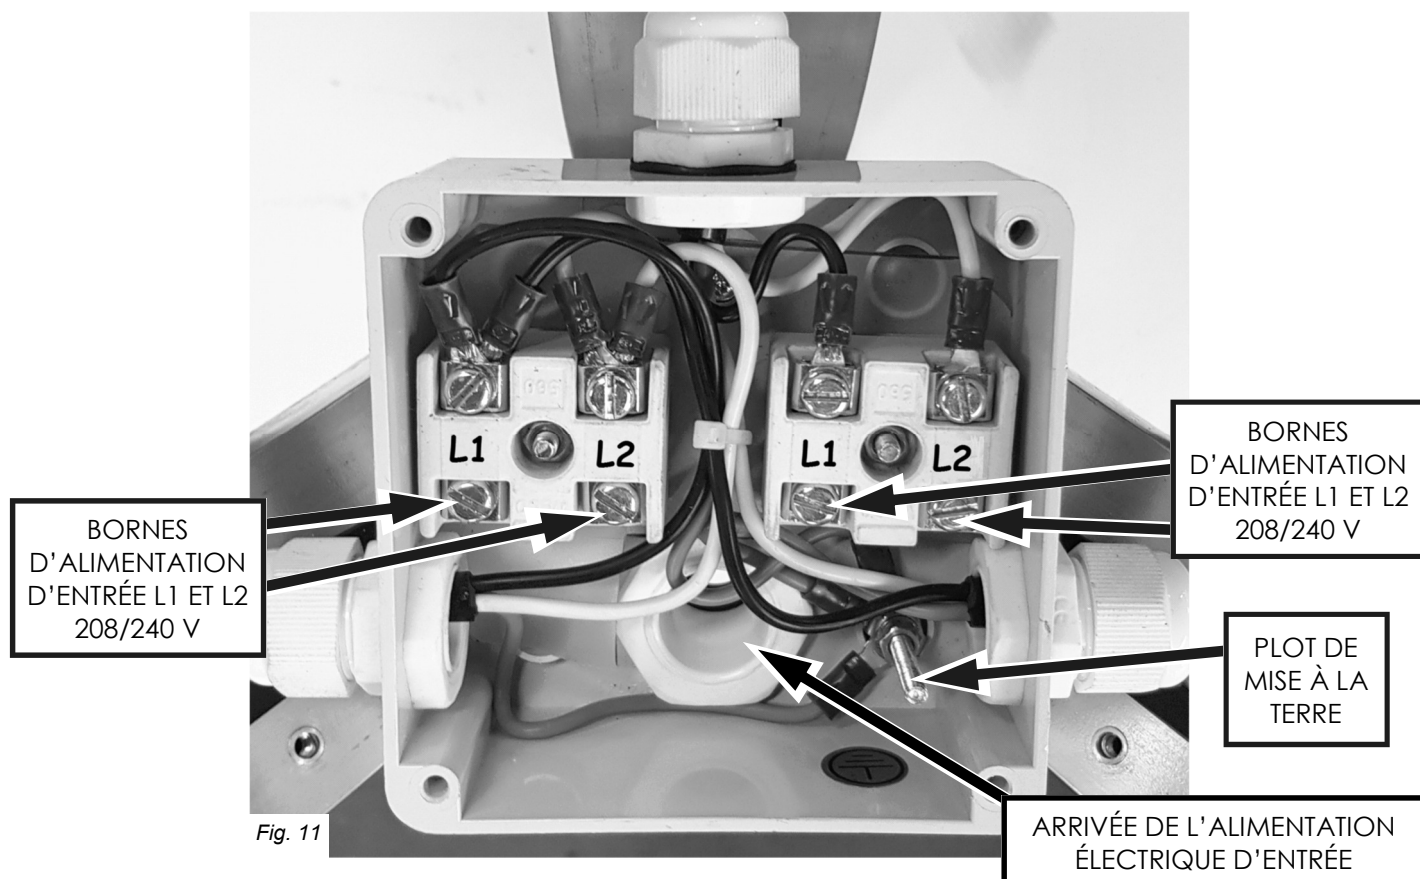

Fig. 11
10. Connecter les fils de mise à la terre au plot de mise à la terre à l'aide de brides en cuivre, de rondelles crantées et d'un écrou M4, puis câbler les chauffages à la boîte à bornes (Fig. 11).